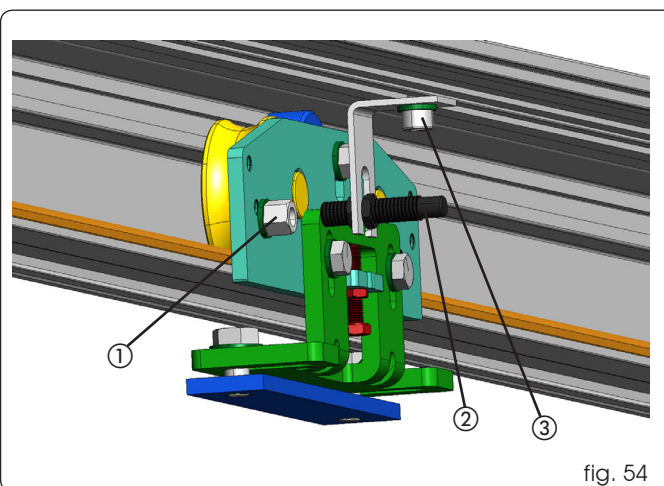

fig. 54
- Schroef de magneet op de loopwagen die het dichtst bij de sluitingsaanslag zit, vast op het gat met schroefdraad op de riembevestiging (fig. 54 ref. ①).
- Monteer de sensor op de beugel (fig. 54 ref. ②) met behulp van de speciale kunststof moeren. Zet een plaatje met schroefdraad in de sleuven van het steunprofiel, en monteer de beugel met de speciale schroeven (fig. 54 ref. ③); controleer of met de vleugel gesloten de sensor zich ter hoogte van de magneet bevindt.